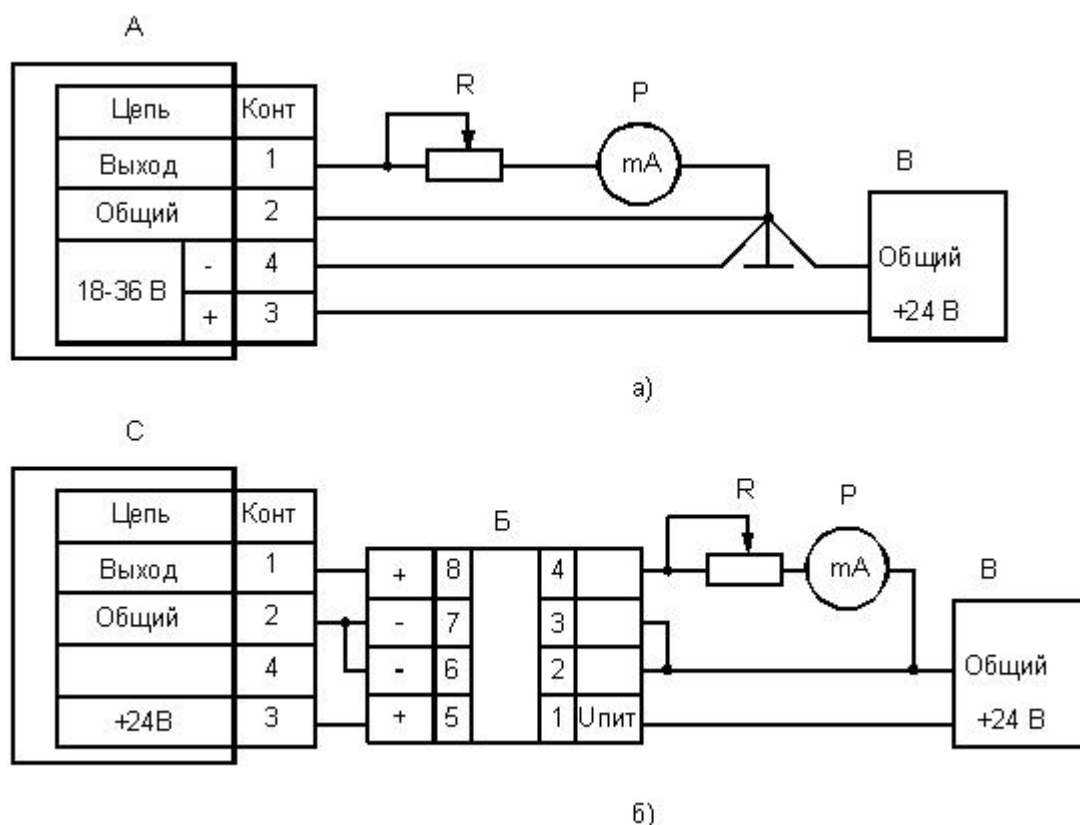

Рис. 4: Схема опробования датчика с преобразователем
1. Собрать схему согласно рис. 4 (п. 5.1) ВШПА.421412.300.185 РЭ9;